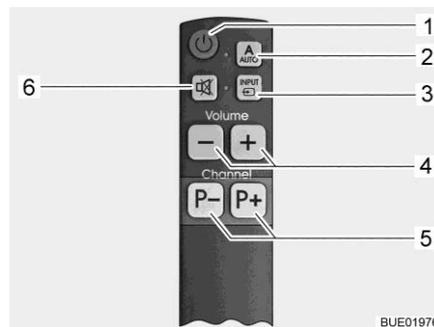

Fig. 28 Télécommande simplifiée (option)
- Appuyer pendant 1 seconde sur la touche AUTO (Fig. 27,2 ou Fig. 28,2). Le téléviseur et l'unité de commande sont ainsi allumés.
- Appuyer sur les touches de sélection de programme (Fig. 27,4 ou Fig. 28,5) jusqu'à ce que le programme de télévision désiré soit choisi.
- Appuyer sur la touche INPUT (Fig. 27,3 ou Fig. 28,3) jusqu'à ce que la source de signal désirée soit choisie.
- Pour retourner à l'affichage du canal satellite, appuyer sur la touche INPUT (Fig. 27,3 ou Fig. 28,3) jusqu'à ce que la source de signal DVB-S2 soit choisie.
- Appuyer sur la touche AUTO (Fig. 27,2 ou Fig. 28,2).
- Appuyer sur la touche Téléviseur Marche/Arrêt (Fig. 27,1 ou Fig. 28,1). L'unité de commande ne s'allume pas, l'antenne reste en position rangée.
- Appuyer sur la touche INPUT (Fig. 27,3 ou Fig. 28,3) jusqu'à ce que la source de signal désirée (telle que DVD) soit choisie.
- Appuyer sur la touche Téléviseur Marche/Arrêt (Fig. 27,1 ou Fig. 28,1) pour éteindre le téléviseur.